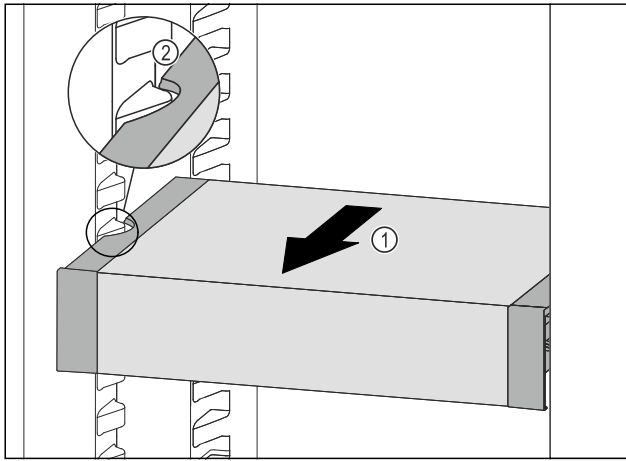

Fig. 101
- ▶ VarioSafe naar voren trekken Fig. 101 (1), tot de uitsparingen aan de zijkant van de VarioSafe zich ter hoogte van de rib in het koelgedeelte bevinden. Fig. 101 (2)